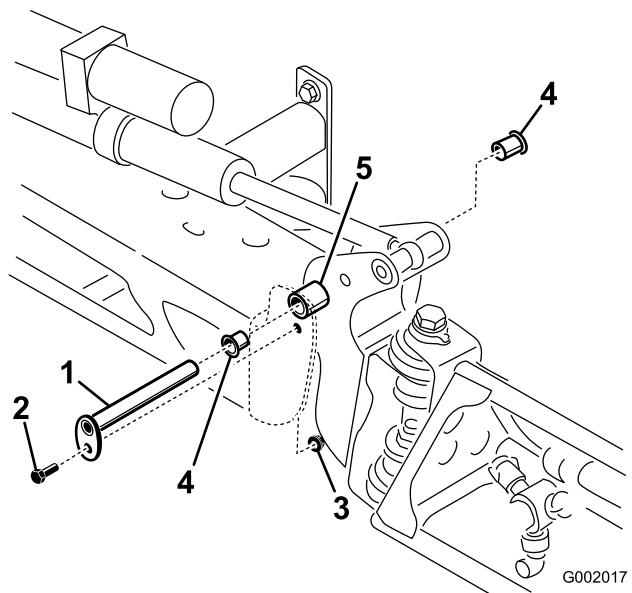

Figura 71
3. Con el peso del brazo apoyado, retire el perno y la tuerca que fijan el pasador de giro al conjunto del brazo (Figura 71). Retire el pasador de pivotе.
5. Retire los casquillos de nylon desde delante y desde detrás del soporte del pivote e inspecciónelos (Figura 71). Sustituya cualquier casquillo dañado.
7. Instale el conjunto de brazo y soporte del pivote en el bastidor central, alineando los orificios (Figura 71).